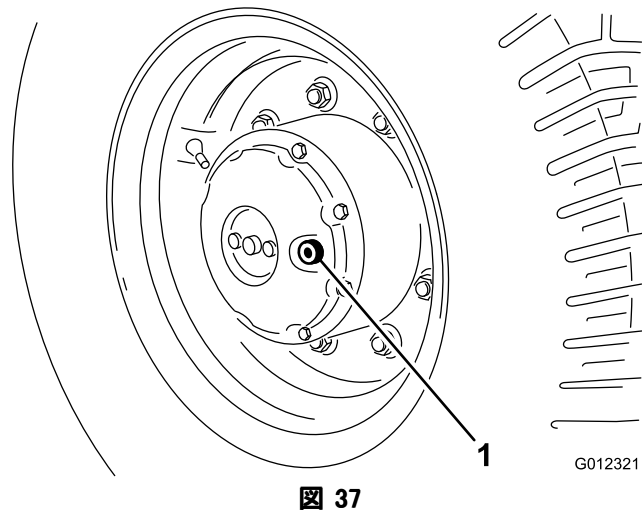

図 37
1. 平らな場所で、ホイールの点検/ドレン・プラグ（図 37）が時計の3時または9時の位置に来るように停止させる。